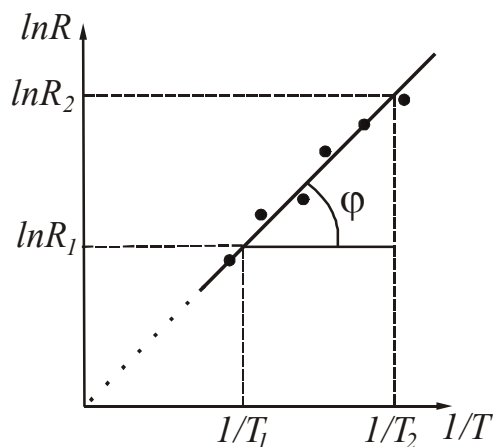

Рисунок 2
График зависимости $\ln R = f(1/T)$, представленный на рис. 2, имеет вид прямой, наклон которой определяется шириной запрещённой зоны ΔE полупроводника.
4. По формуле (3) рассчитать ширину запрещённой зоны ΔE для каждого полупроводника. Значения $\ln R_1$ и $\ln R_2$, а также соответствующие им величины $1/T_1$ и $1/T_2$ определить из графиков $\ln R = f(1/T)$ (образец см. на рис. 2).